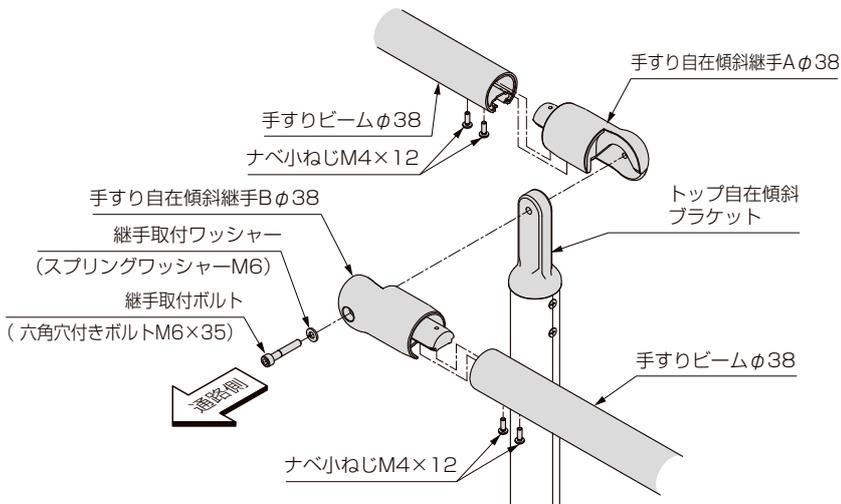

図6-5
- ①図6-5のようにして継手取付けボルトで自在傾斜継手φ38AおよびBを仮止めして、各継手に手すりビームφ38をねじ止めしてください。